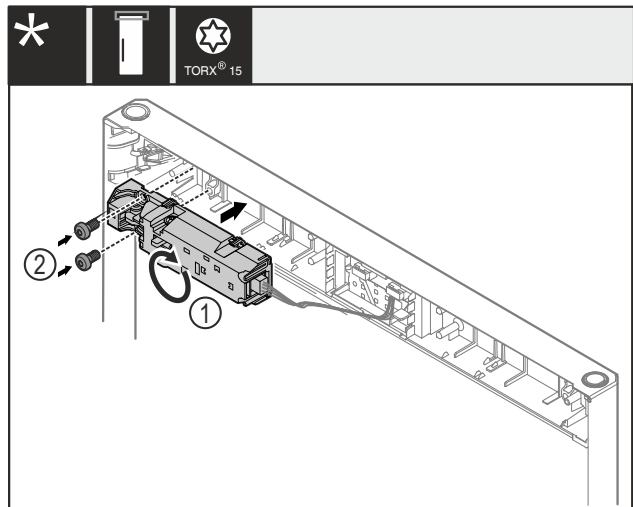

Fig. 27
- ▶ Поверните замок дистанционного открытия Fig. 27 (1) на 180° и смонтируйте на противоположной стороне.
- ▶ Закрепите замок дистанционного открытия Fig. 27 (1) при помощи винтов Fig. 27 (2).